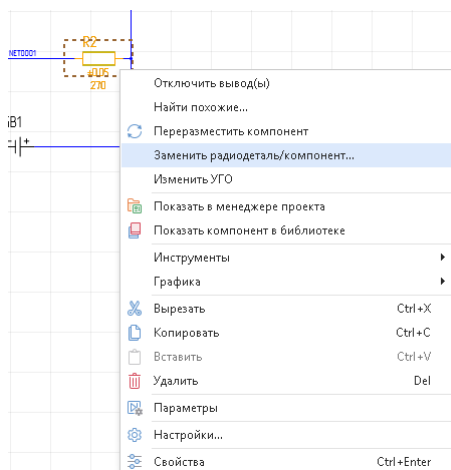

Рис. 90 Инструмент "Заменить радиодеталь/компонент"
1. Вызвать контекстное меню с размещенного компонента и выбрать «Заменить радиодеталь/компонент», см. Рис. 90.